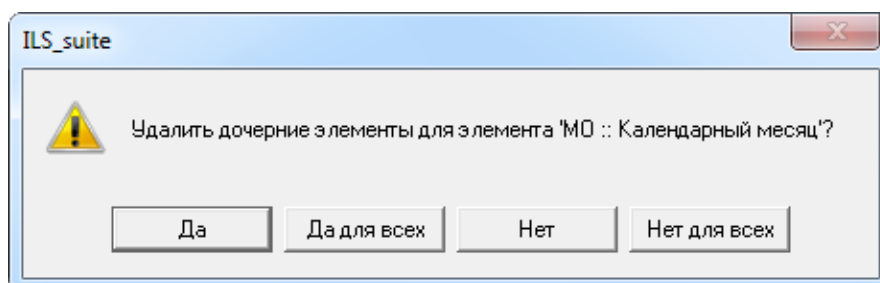

Рис. 10-105 – Вопрос об удалении «дочерних элементов» ресурса из базы данных
6) В том случае, если данный ресурс не связан с экземплярами этого компонента (см. раздел 13.2 «Ресурсы экземпляра компонента», стр. 963), он удаляется без вывода информационного сообщения. В противном случае появляется диалоговое окно, аналогичное представленному на рис. 10-105.